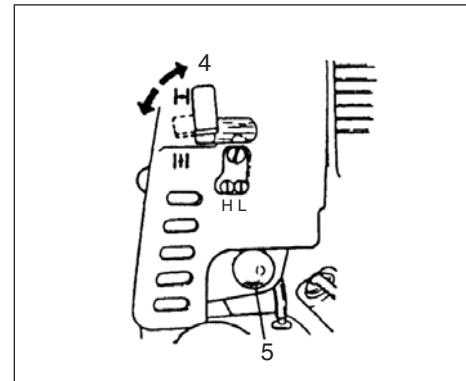

Fig.2-3
* Premere ripetutamente il primer (5) della pompa di adescamento per far affluire la miscela al carburatore attraverso il tubo di ritorno. (se la macchina ne è fornita) (Fig. 2-3)
3. Chiudere l'aria portando la leva in posizione (4). (Fig. 2-3)